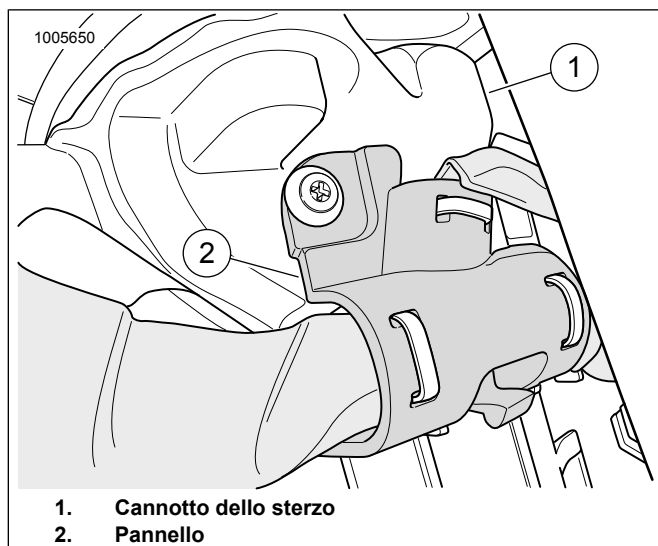

Figura 13. Cannotto dello sterzo
17. Vedere la figura 13. Disporre l'estremità del cablaggio da 48 in fino al canotto dello sterzo (1). Usare il pannello (2) per fissare il cablaggio.